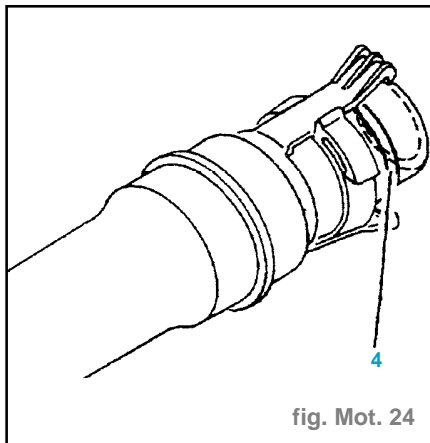

fig. Mot. 24
- Positionner un joint neuf (4) au fond de l'embout mâle (fig. Mot. 24).